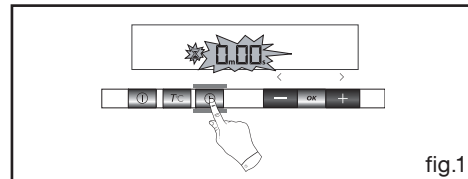

fig.1
- Premere 3 volte il tasto  (fig.1).